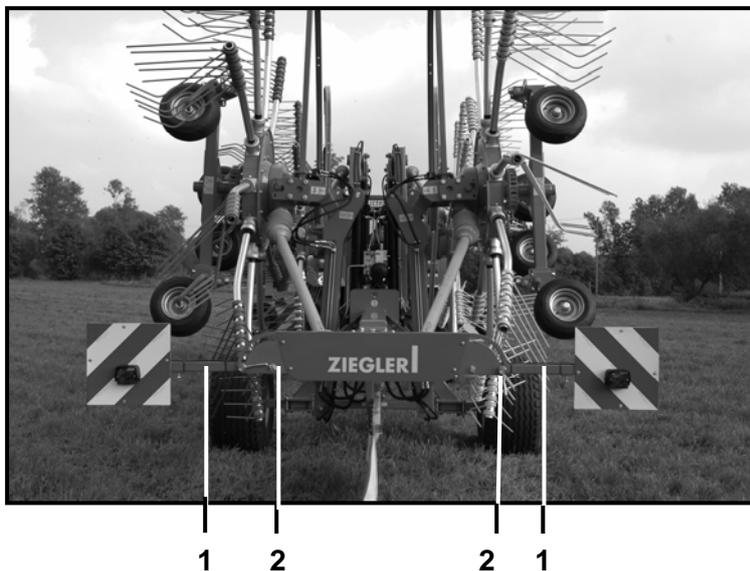

Abbildung 20
Dazu Warntafeln (1) mit Knebelschraube (2) verriegeln (Abbildung 20).